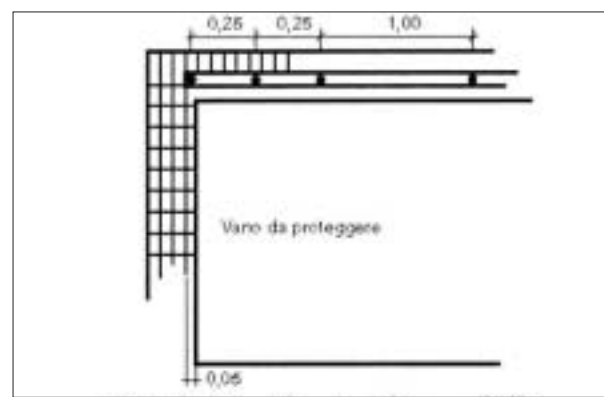

Fig. 8 - Condizione di fissaggio rete fissata sotto listelli, Senza listello di testa nella parte terminale del vano
- senza listello di testa, per reti fissate sotto i listelli (Fig. 8)